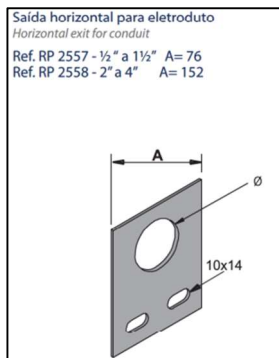

Figura 25: Saída lateral de calha para eletroduto 3/4"12
- x. Saída lateral de calha para eletroduto 3/4" (Figura 25).